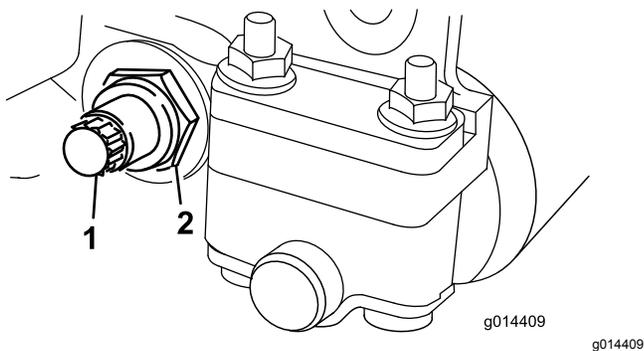

Рисунок 22
- С каждой стороны машины ослабьте контргайку, крепящую болт планки неподвижного ножа (Рисунок 22).
- Выверните все болты планки неподвижного ножа, потяните планку вниз и отсоедините от режущего блока (Рисунок 22).